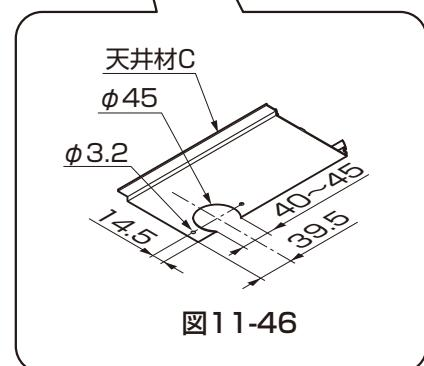

図11-46
- 天井材Cの縦樋がつく位置を確定し、切欠きを現場加工してください。(図11-46参照)